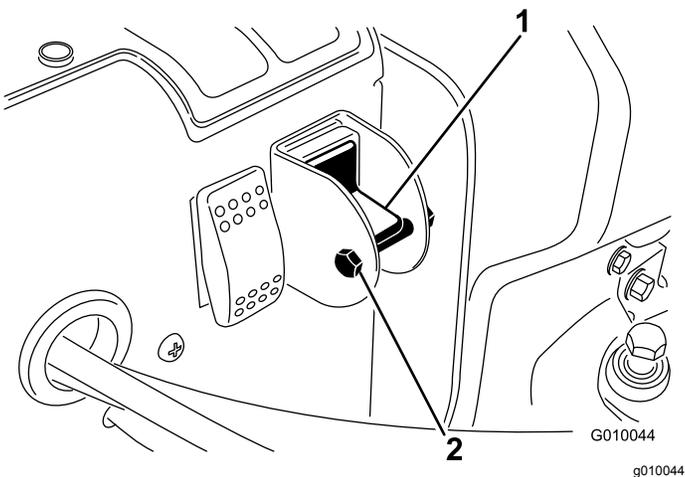

Figura 23
4. Rimuovete il bullone di bloccaggio e il dado dal selettore (Figura 23).